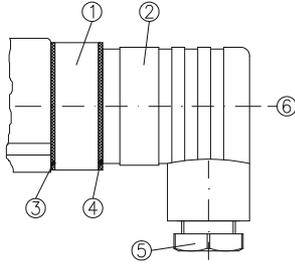

Fig. 7
- ↖ Desserrer la vis centrale ⑥ M3x35 et tirer la boîte de raccordement ② du connecteur sur l'instrument ① (⇒ Fig. 7). Tirer la vis centrale ⑥ de la boîte de raccordement ②.